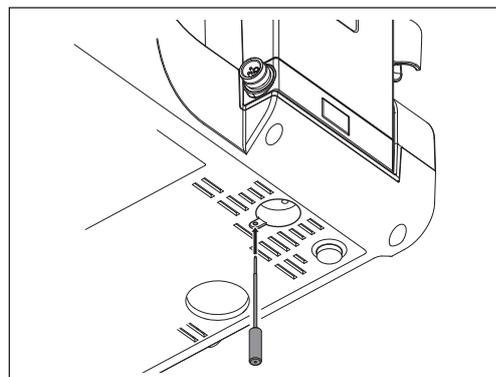

Fig. 43
1) Inserte en el orificio que se encuentra en la base de la unidad de control la herramienta de desbloqueo incluida e introdúzcala por completo. (Fig. 43)